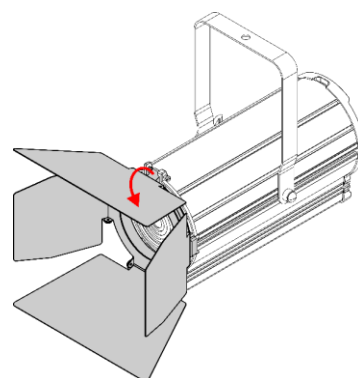

Fig. 13
- 03) Abbassare il **fermo del portagelatina (02)** per rilasciare la **vite a molla (01)** (vedere Fig. 13). L'aletta frangiluce viene bloccata in posizione.